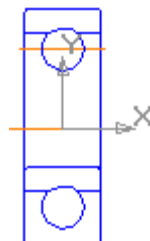

Рисунок 4.5 – Відредаговане зображення підшипника
6. Із цього зображення нам необхідно одержати три ескізи: зовнішнє, внутрішнє кільце і кулька. Тому пропонується відредагувати зображення в такий спосіб, вилучивши непотрібні частини зображення (рис. 4.5):